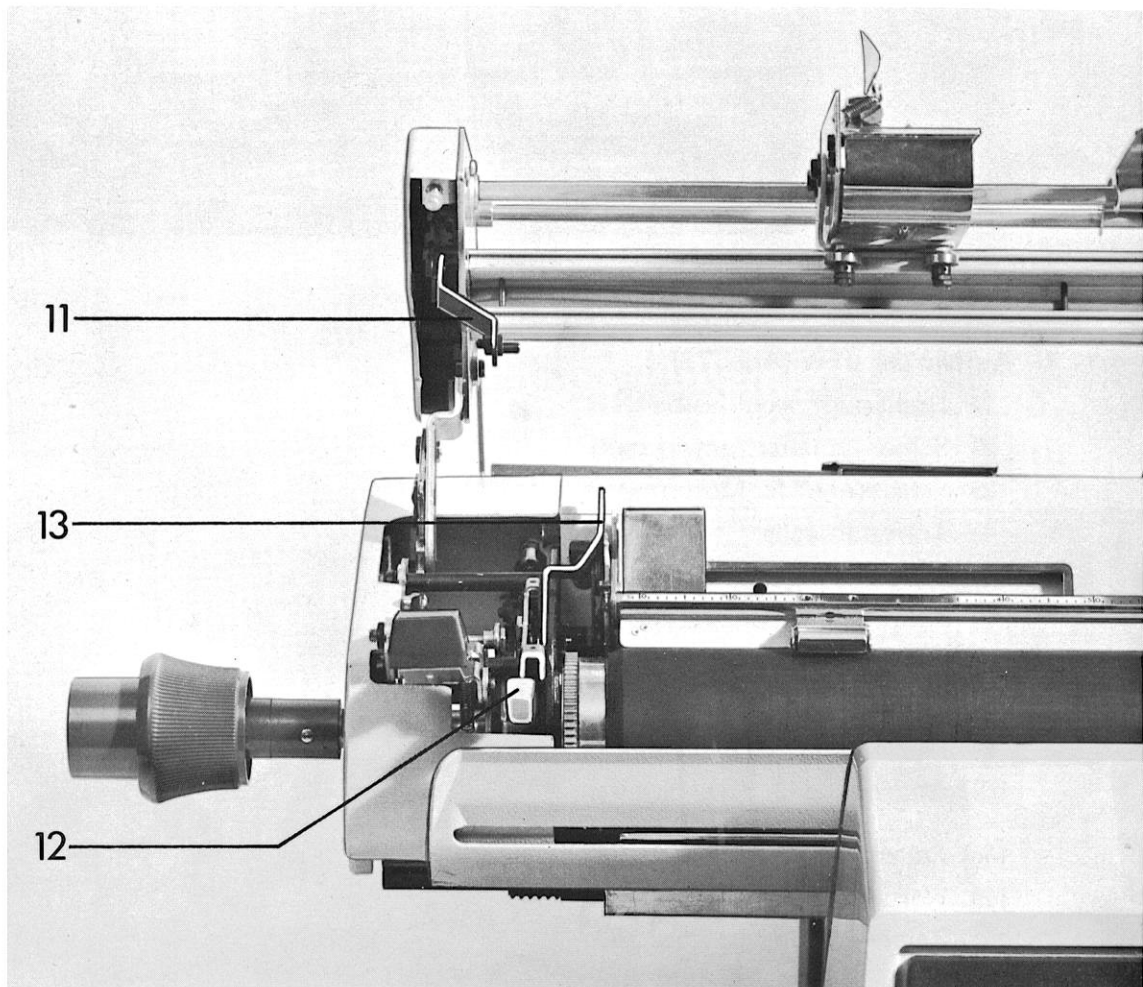
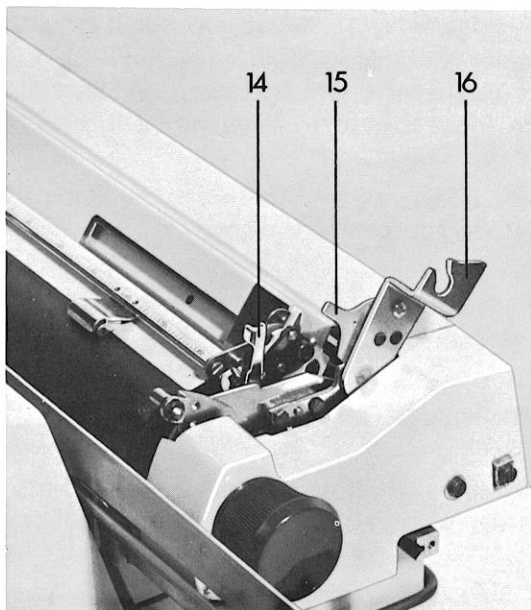

Abb. 24 EFW hochgeklappt mit Zeilensperrhebel
Abb. 25 Spezialwagen
- 11) Zeilensperrhebel (s. Abb. 24)
- 12) Walzenlöser (s. Abb. 24)
- 13) Zeileneinsteller (s. Abb. 24)
- 14) Papierlöser (s. Abb. 25)
- 15) Sicherungshebel (s. Abb. 25)
- 16) Lagerwinkel (s. Abb. 25)
Zusätzlich befindet sich auf der linken Seite der EFW ein beweglicher Zeilensperrhebel (11) Abb. 24, welcher über einen Zeilensperrmagneten programmgesteuert wird.
- Zusätzliches Aufstecken von 2 unterschiedlichen Lagerwinkeln (16) Abb. 25 links (L) und rechts (R) in bereits vorhandene Lager des Spezialwagens.
- Einlegen des jeweiligen Sicherungshebels (15) Abb. 25/26
- Zeileneinsteller (13) Abb. 24 auf letzte Raststellung nach hinten einrasten. (Aufstecken bzw. hochklappen der EFW-Einrichtung sonst nicht möglich).
Walzenlöser (12) Abb. 24 Papierlöser (14) Abb. 25
- Papierlöser betätigen (14) Abb. 25 und Journal entsprechend ausrichten (horizontal und vertikal)